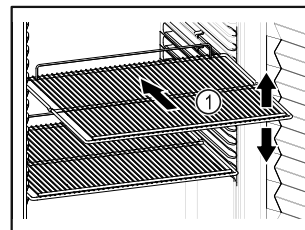

Fig. 57
- Если имеются решетчатые полки Fig. 57 (1), отрегулируйте высоту их установки.